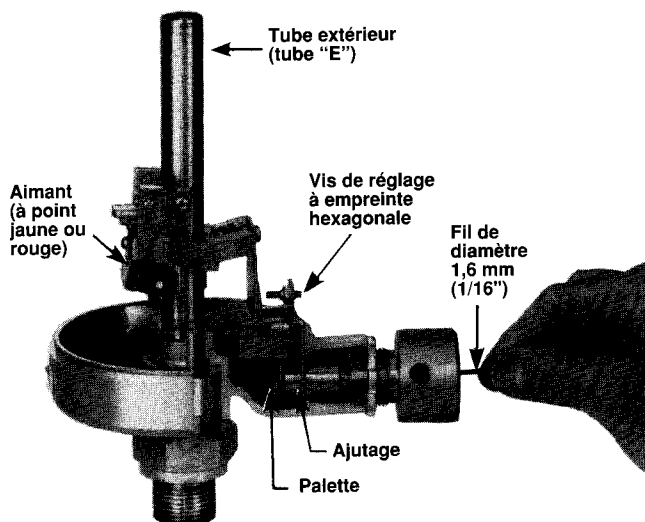

Figure 7
4. Introduire un fil de 1,6 mm de diamètre dans l'ajutage dans le raccord de conduite d'alimentation d'air. Voir **figure 7**. Déboucher éventuellement l'orifice.